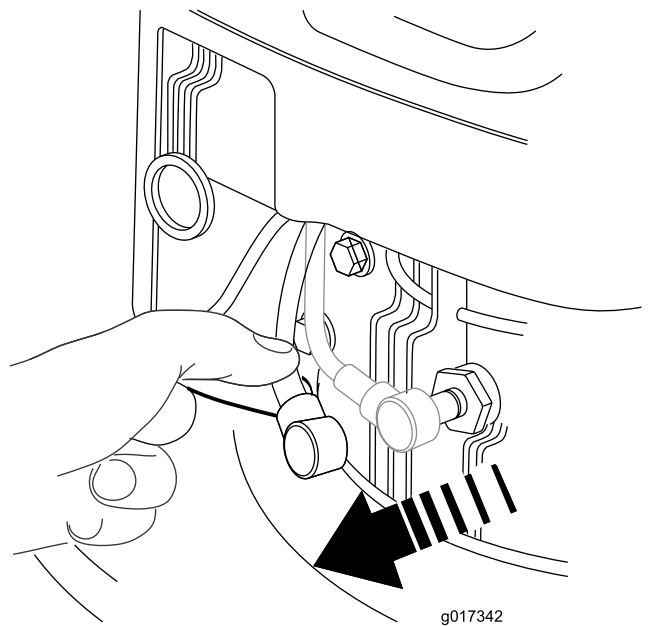

Figura 19
2. Desligue o fio da vela de ignição da vela de ignição Figura 19 antes de executar qualquer procedimento de manutenção.